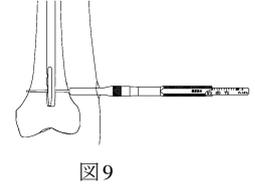

図9
- 5) ロング用ディスタルデプスゲージの先端フックを内側皮質に引っ掛け、スクリュー長を計測します。(図9)